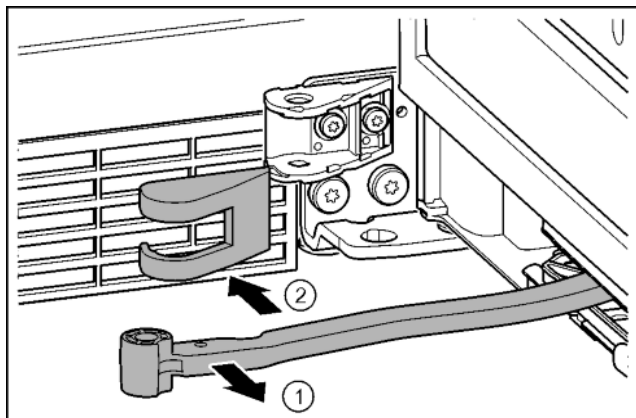

Fig. 20
- ▶ Ruotare lo snodo in direzione della porta. Fig. 20 (1)
- ▶ Rimuovere la copertura del blocco di supporto. Fig. 20 (2)